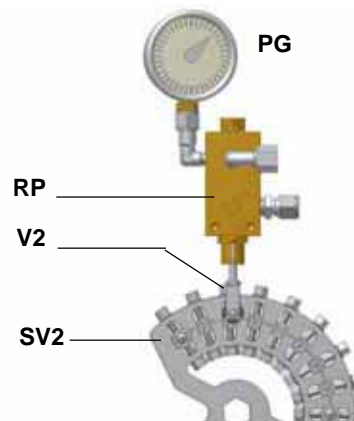

Рис. 37
- 1 После настройки горелки для работы на газе отключить горелку и выбрать работу на мазутном топливе (OIL) с помощью селекторного переключателя SM (имеющегося на контрольной панели горелки - Рис.37).
- 1 После настройки горелки для работы на газе отключить горелку и выбрать работу на мазутном топливе (OIL) с помощью селекторного переключателя **CM** (имеющегося на контрольной панели горелки - Рис. 37).
- 9 для получения максимального расхода мазутного топлива регулировать давление (считывая значения на манометре **PG**), не изменяя при этом, уже отрегулированный, во время настройки работы на газе, расход воздуха (см. предыдущий параграф): все время проверяя параметры продуктов сгорания, воздействовать на винт варьируемого сектора, соответствующий мазутному топливу **SV2** (см. Рис. 37), но по достижении положения большого пламени.